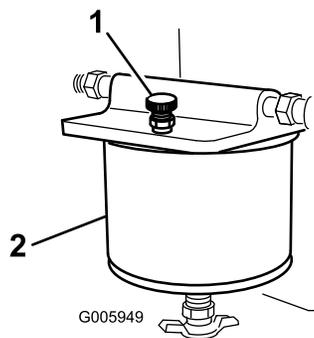

図 34
5. 燃料フィルタ上部についているエア抜きねじを開くと、ボウルに燃料が流れ込んでくる 図 34。